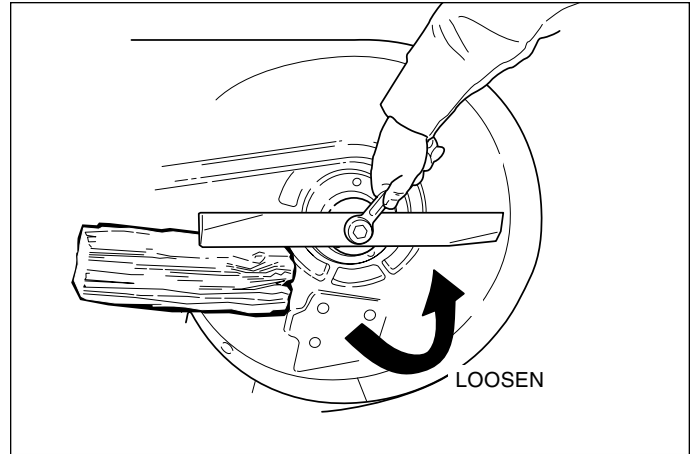

Figure 19. Dépose de la lame
2. Voir la Figure 19. Pour déposer une lame afin de l'affûter, la bloquer avec une cale en bois pour l'empêcher de tourner et desserrer la vis de fixation.